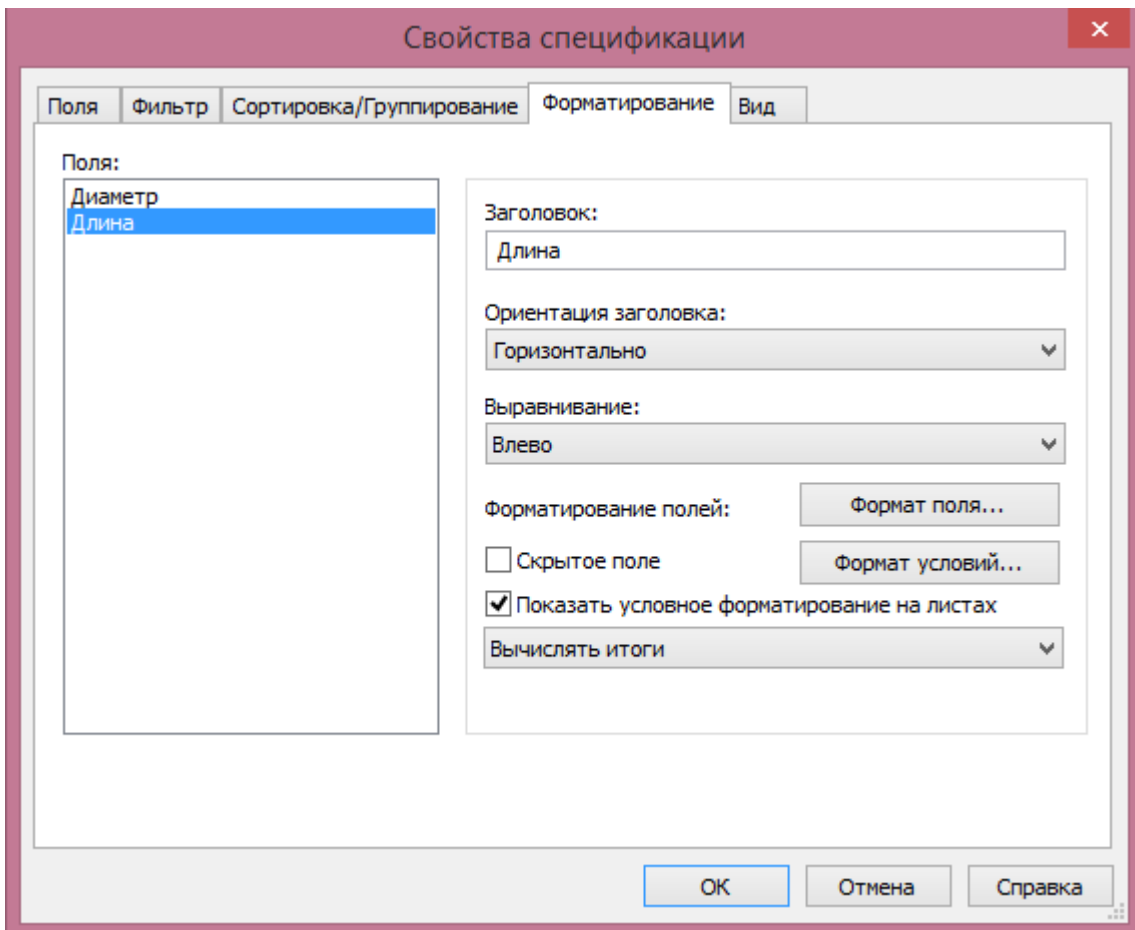

Рисунок 5.28. Настройка единиц измерения величин в спецификации
6. Далее во вкладке «Формат поля» для поля «Длина» выбрать единицы измерения в «метрах» (рис. 5.28).